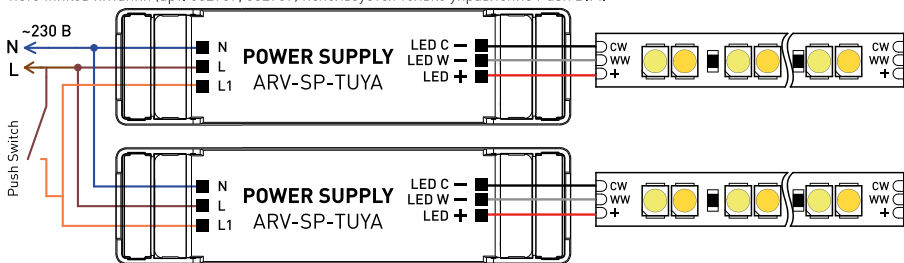

Рис. 3. Схема подключения двухканального источника питания с функцией Push DIM (для арт. 052988, 052990)
- 3.12. Для использования функций Push DIM [управление яркостью], Push CCT [управление цветовой температурой] необходимо подключить выключатель возвратного типа с нормально открытыми контактами к источнику питания согласно схемам на рис. 3. Для одноканальных источников питания [арт. 052987, 052989] используется только управление Push DIM.